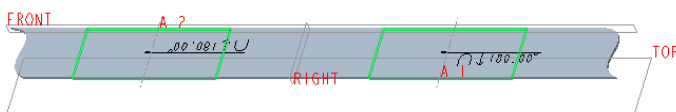

图 3-42 展开的钣金件效果
(3) 在“展平”选项卡中单击（完成）按钮，展开的钣金件效果如图 3-42 所示。